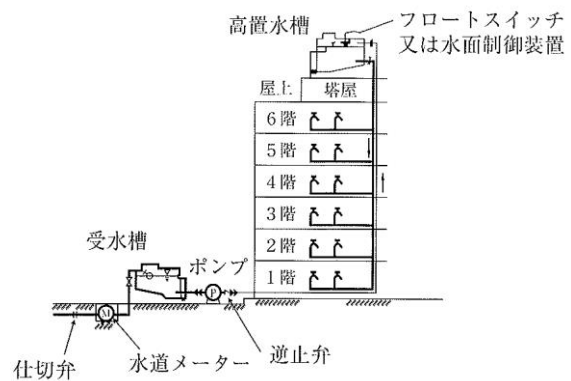

図 4-2 高置水槽方式
(1) 需要者の必要とする水量、水圧が得られない場合のほか、次の場合には、受水槽方式とする。
- ① 病院や大型商店舗などで災害時、事故等による水道の断減水時にも、給水の確保が必要な場合
- ② 一時に多量の水を使用するとき、又は使用水量の変動が大きいときなど、配水管の水圧低下を引き起こすおそれがある場合
- ③ 配水管の水圧変動にかかわらず、常時一定の水量、水圧を必要とする場合
- ④ 薬品を使用する工場など、逆流によって配水管の水を汚染するおそれのある場合
- ⑤ 地上 3 階以上(直結直圧式給水を企業長が認めた 3 階建物を除く。)に給水する建築物
- ⑥ 緊急避難場所に指定されている、学校等の公共施設の建築物
(2) 受水槽式給水の主なものは、次のとおりである。
① 高置水槽式(図 4-2)